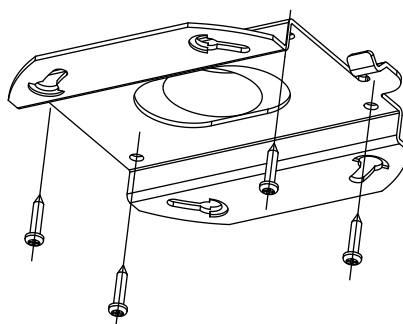

图2-26 固定底座
- 使用螺钉将安装底座固定到天花板上，如图 2-26 所示。